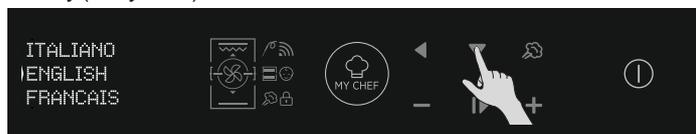

Рисунок 5
- Увійдіть у розділ налаштування та виберіть мову з випадального списку (Рисунок 5).